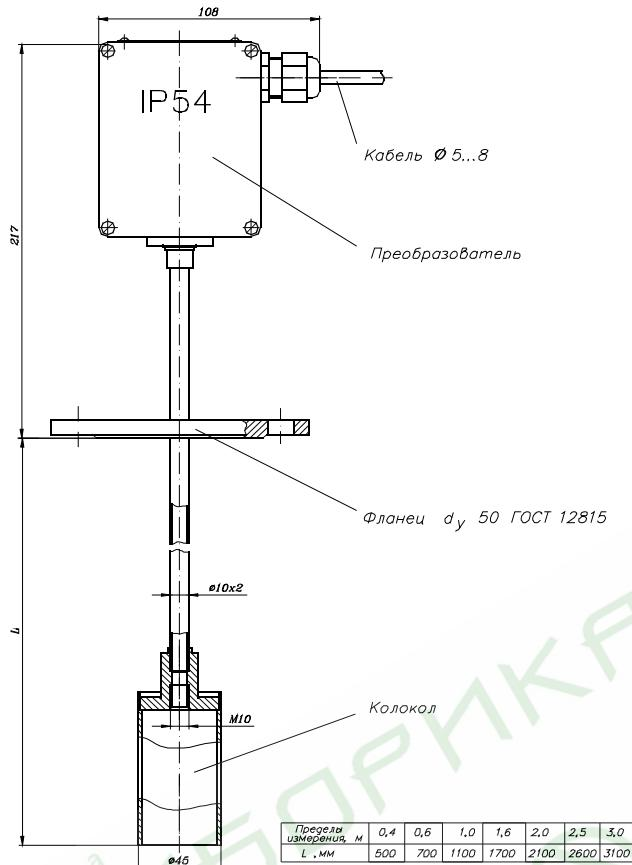

Рис. 1. Первичный преобразователь УГЦ-1.1, УГЦ-1.1-Ex
- колокольного типа (рис. 1, 2, 6), в них тензорезистивный сенсор и электронный блок располагаются над уровнем жидкости (над емкостью) и передача давления столба жидкости происходит через столб воздуха запертого в колоколе и подводящей трубке;